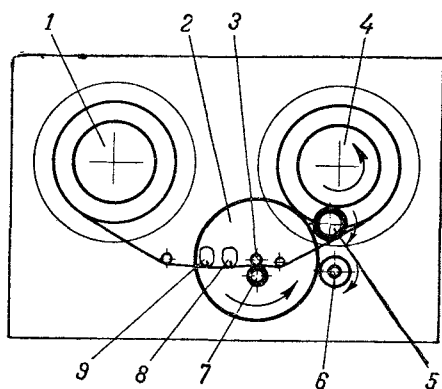

Рис. 98. Кинематическая схема лентопротяжного механизма.
**Лентопротяжный механизм.** Кинематическая схема лентопротяжного механизма приведена на рис. 98. С нижней стороны верхней платы укреплены боковые узлы, узел ведущего вала и обрезиненный промежуточный ролик (рис. 99). Механизм приводится в движение электродвигателем типа ЭДГ-1М, на вал которого насажен двухступенчатый шкив.